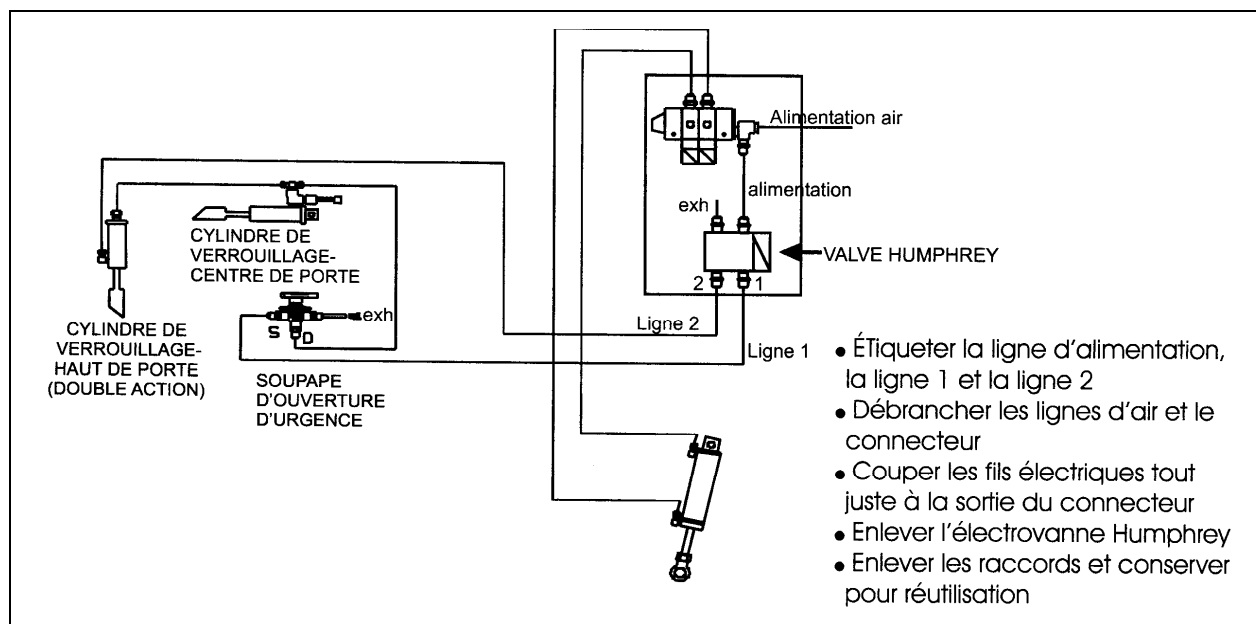
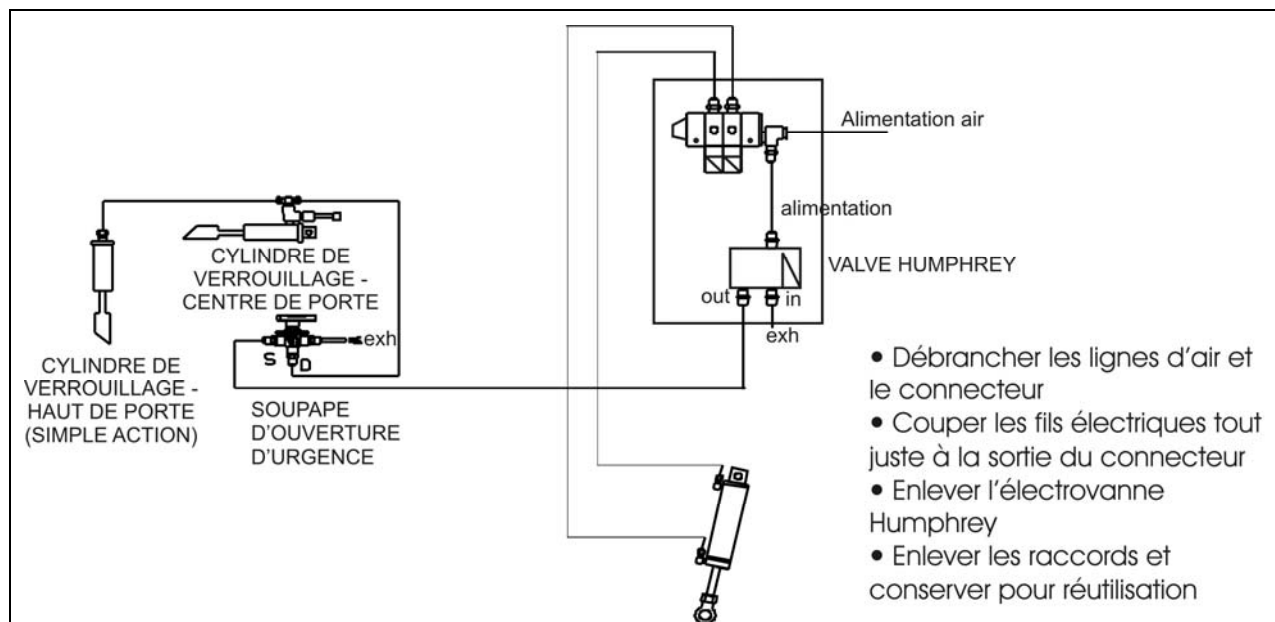

FIGURE 3: AVEC CYLINDRE DE VERROUILLAGE DU HAUT DE PORTE À DOUBLE ACTION
FIGURE 4: AVEC CYLINDRE DE VERROUILLAGE DU HAUT DE PORTE À SIMPLE ACTION
5. Retirer l'électrovanne selon la figure 3 (cylindre double action) ou la figure 4 (cylindre simple action).